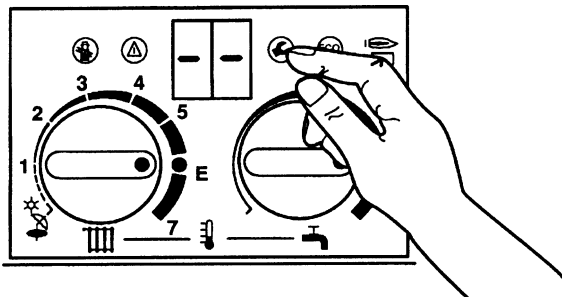

Рис. 52
- Нажать на сервисклавишу и держать, пока на дисплее не высветиться "--", (рис. 52).